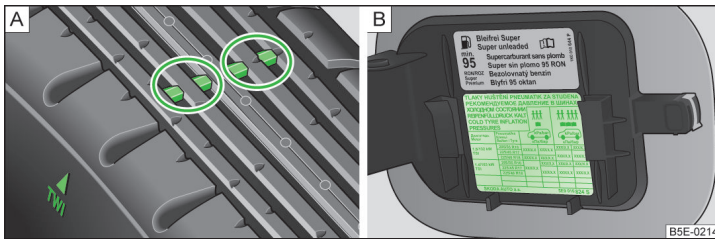

Abb. 141 Prinzipdarstellung: Reifenprofil mit Verschleißanzeigern / geöffnete Tankklappe mit einer Tabelle der Reifengrößen und -fülldruckwerte
Die Reifenfülldruckwerte für **Reifen** stehen auf der Innenseite der Tankklappe » Abb. 141 - .
Im Profilgrund der Reifen befinden sich 1,6 mm hohe Verschleißanzeiger » Abb. 141 - A. In einigen Ländern können abweichende Reifenverschleißwerte gelten.
- Das Notrad wird mit dem maximalen Fülldruck für das Fahrzeug aufgepumpt » **Abb. 141 auf Seite 163.**